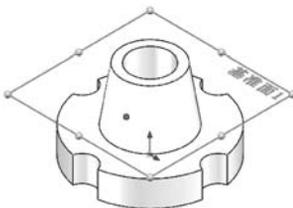

图 5-40 定位圆心点 1
(4) 在 FeatureManager 设计树中展开刚建立的孔特征, 选中【3D 草图】从快捷工具栏中单击【编辑草图】按钮, 进入【草图】环境。
① 单击【添加几何关系】按钮, 激活【所选实体】列表, 选择圆心点与基准面 1, 单击【在平面上】按钮, 如图 5-40 所示, 单击【确定】按钮.